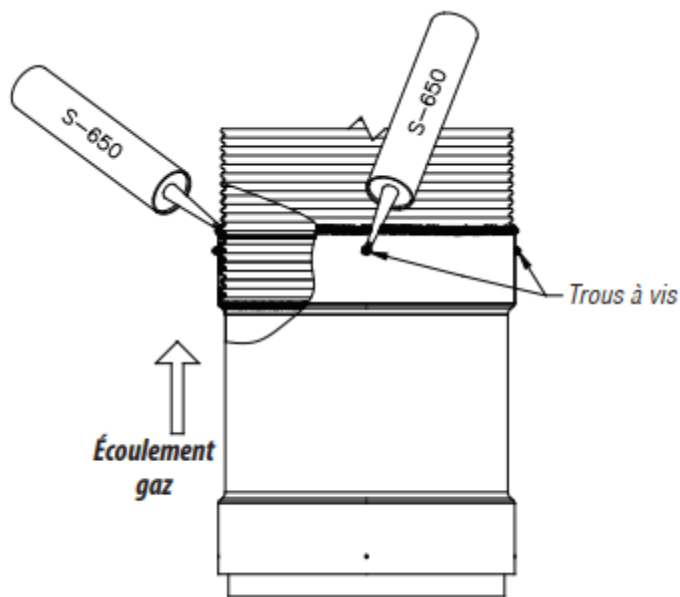

Figure 20 – Scellant S-650 pour le DuraSeal Flex
2.3. Ajoutez un cordon de scellant rouge S-650 tout autour de la jonction extérieure de l'adaptateur et de la flexible pour vous assurer que tout est bien scellé. Ajoutez également les trous de vis (Figure 20).